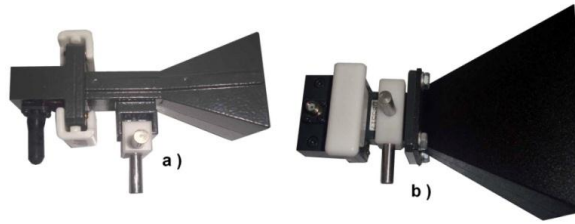

Figura A.19 Antenas de bocina: a) de apertura pequeña, b) de apertura grande
3.1.2.2.3 Antena de bocina: el equipo cuenta con una antena de bocina de abertura pequeña, y dos antenas de bocina de abertura grande, Figura A.19.